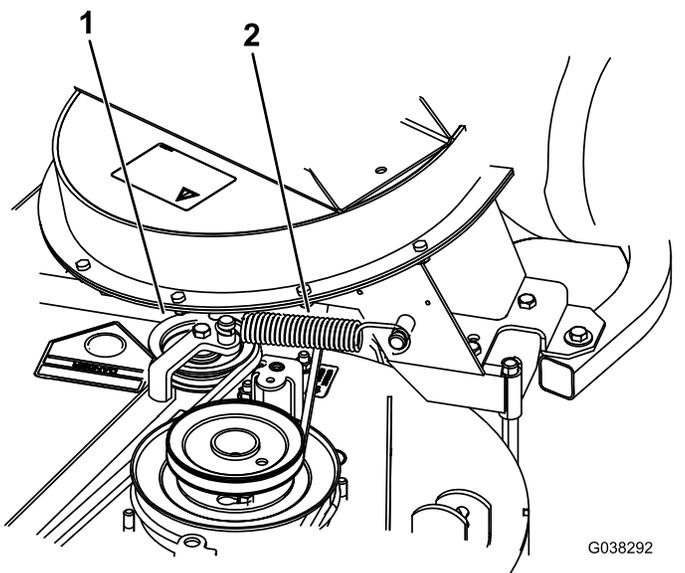

Figure 59
- Montez le ressort comme montré à la Figure 59.
- Placez la courroie sur la poulie de tension rappelée par ressort (Figure 59).